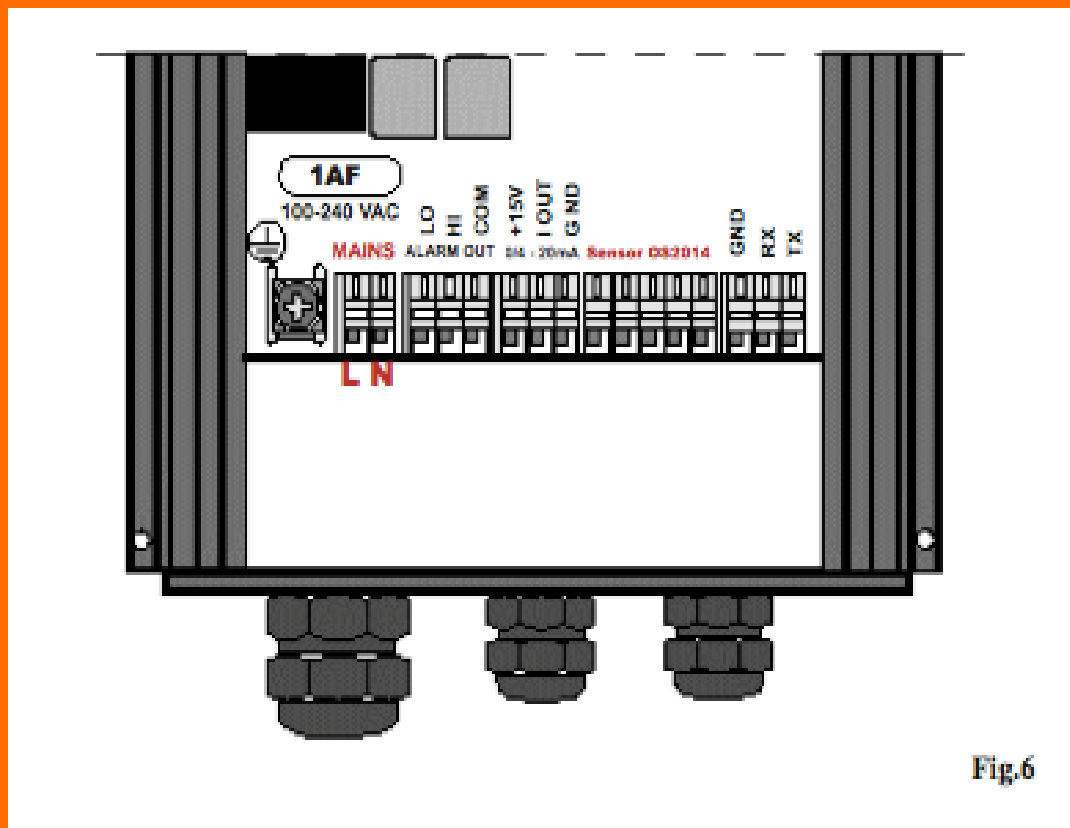

Fig.6
4.2.1 Кабельные соединения, Рис.6(Fig.6)